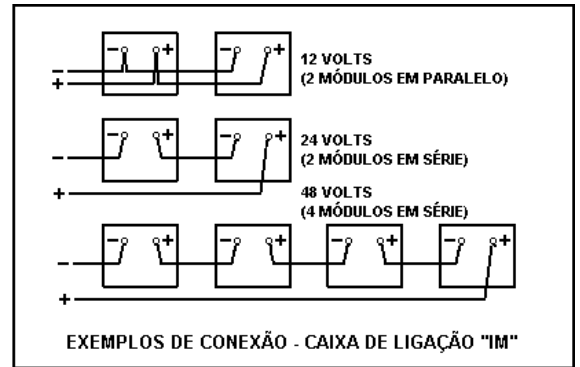

Figura 3 – Diagramas Típicos de Ligação
Como mostrado na **Figura 3 – Diagramas Típicos de Ligação**, os módulos fotovoltaicos utilizam uma caixa de ligação tipo "IM" (ver detalhes no Desenho de Montagem do Módulo, apresentado no final do Manual). A caixa de ligação localiza-se na parte traseira do módulo, é à prova de tempo e projetada para instalações com cabeamento padrão ou através de eletrodutos flexíveis. Para manter a vedação e o nível de proteção à prova de tempo, devem ser usados prensa-cabos com grau de proteção mínimo IP65. Diodos "by-pass" são pré-instalados na caixa de ligação.
- Determine a tensão nominal do painel solar em seu sistema. Cada módulo é adequado para uso com tensão nominal de 12 Vcc. Exemplos de ligações para tensões padronizadas de 12, 24 e 48 Vcc, são apresentados na Figura 3.